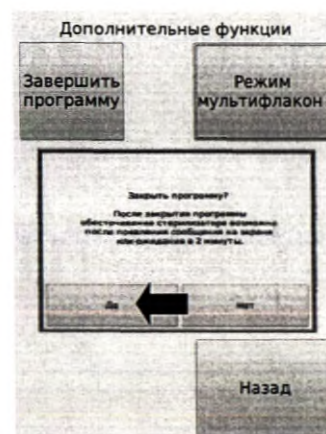

Рис.23
- в появившемся окне нажать кнопку «Да» (Рис.23);